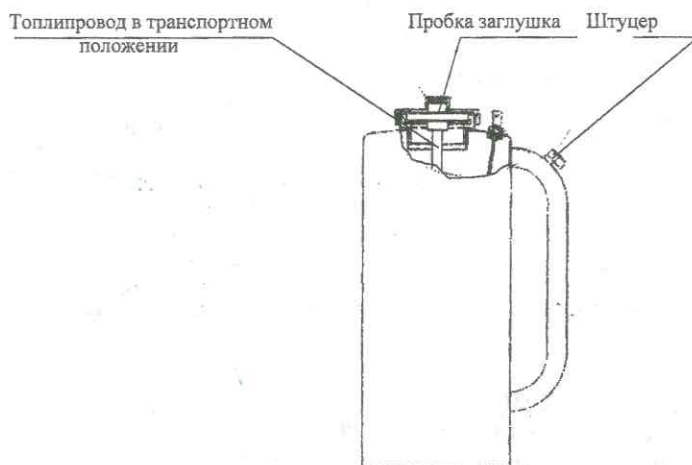

Рис. 3
8.1. Аппарат поставляется к потребителю в собранном виде (Рис.3).